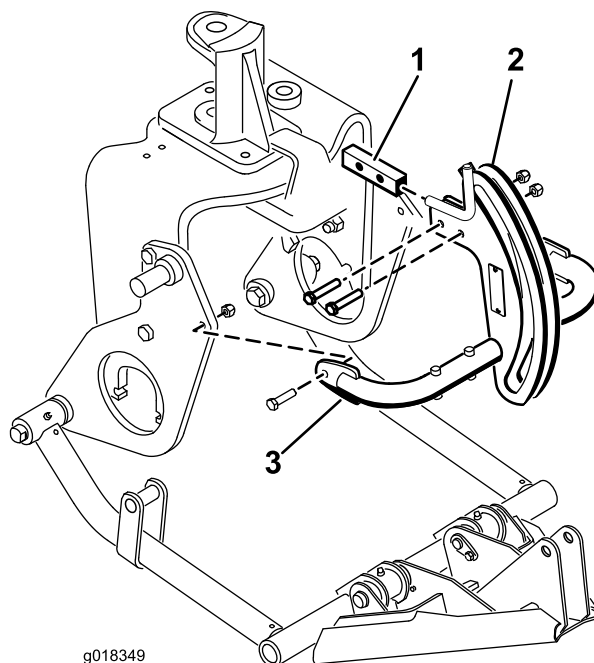

Figure 9
6. Montez le haut du bâti d'attelage sur son support avec 2 boulons (3/8 x 2 pouces) et écrous (Figure 9).
7. Montez les tubes du bâti d'attelage sur les plaques de support avec les boulons (3/8 x 1-1/2 pouces) et écrous (Figure 9). Serrez les fixations.